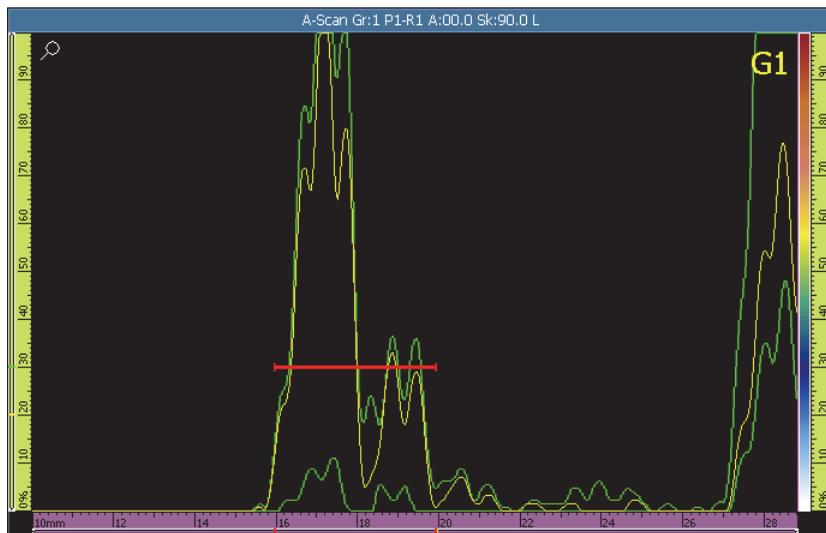

Figure 5-6 Création de l'enveloppe lors de l'étalonnage du délai du sabot
- a) Déplacez doucement la sonde sur le bloc étalon, au-dessus du réflecteur, pour créer une enveloppe de signal lisse (voir la Figure 5-6 à la page 134).